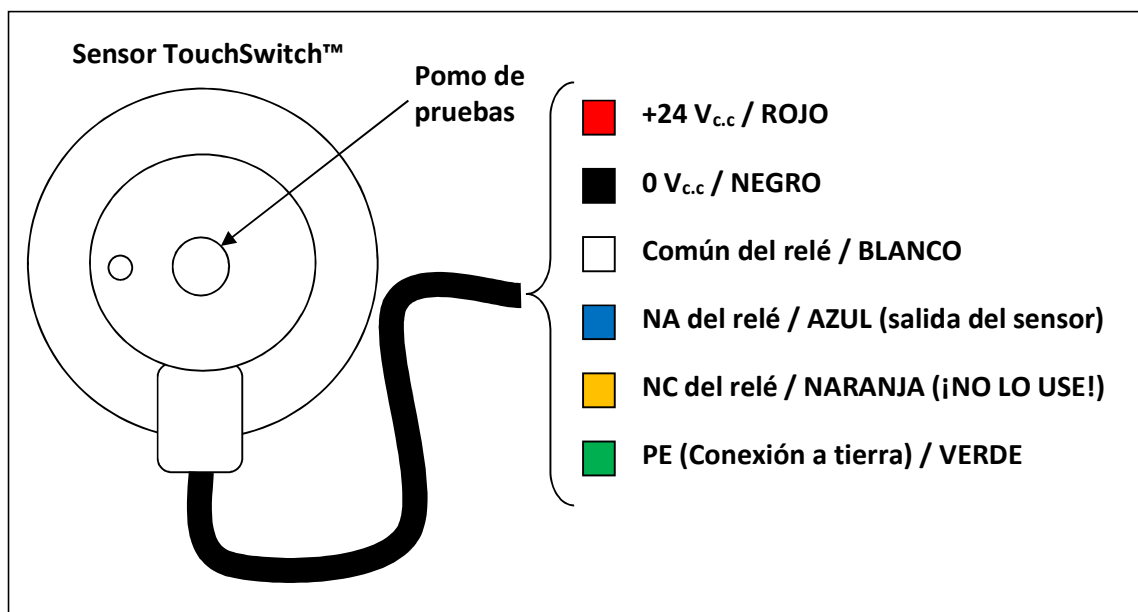

Imagen 7 – Conexión eléctrica del TouchSwitch™
- 2) Gire a mano lentamente el dial de pruebas (fíjese en la Imagen 7) en el sentido de las agujas del reloj hasta que el LED se apague.